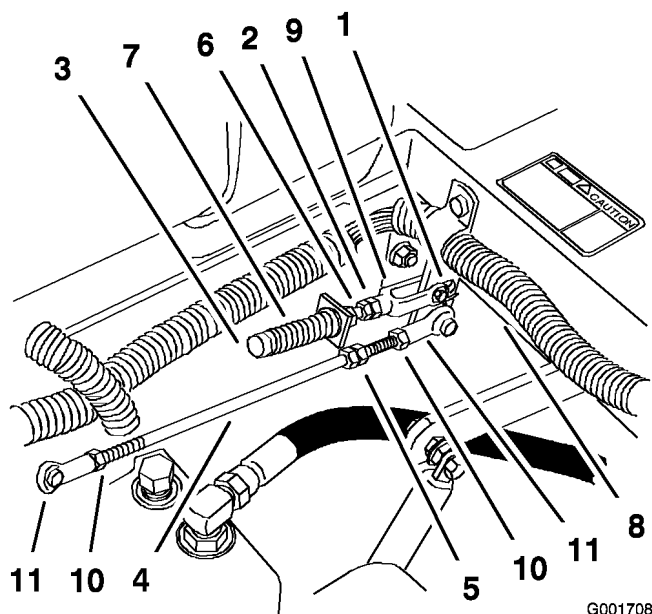

Figure 58
8. Si un réglage s'impose, desserrez l'écrou et l'écrou de blocage vissés contre la chape (Figure 58).
9. Appliquez une légère pression à l'arrière du levier, et tournez la tête du boulon de réglage dans le sens voulu pour centrer le levier à la position de verrouillage du point mort (Figure 58).
10. Serrez l'écrou et l'écrou de blocage (Figure 58).